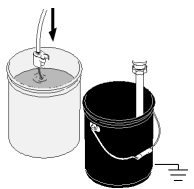

Abb. 7
5. Den Bypass-Schlauch in einen Eimer für Schmutzwasser führen (Abb. 7).
7. Das Ansaugrohr aus dem Farbeimer nehmen und in einen Eimer mit Spülflüssigkeit stellen (Abb. 7). Wasser für Materialien auf Wasserbasis und entsprechend dem Beschichtungsstoff kompatiblen Lösemittel für lösemittelhaltige Materialien verwenden.